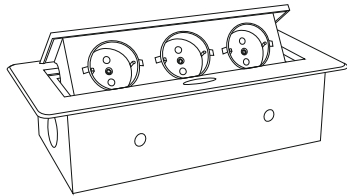
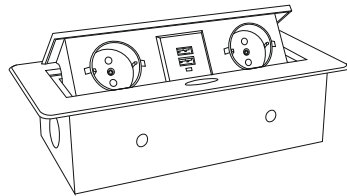

Рис.1
Рис.2
- Блок розеток выдвижной горизонтальный (Рис.1, Рис.2) (в дальнейшем — **блок розеток**) подходит для установки на кухне, на рабочем столе дома и в офисе, на рабочей станции, в гостиничном номере, конференц-зале.
- Блоки розеток 11.106.06.012, 11.106.06.013, 11.800.00.018 (рис.1) имеют 3 электрические розетки с заземлением. Блоки розеток 11.106.05.012, 11.106.05.013, 11.800.00.019 имеют 2 электрические розетки с заземлением и 2 USB разъема для зарядки мобильных телефонов, планшетов и других портативных электронных устройств.